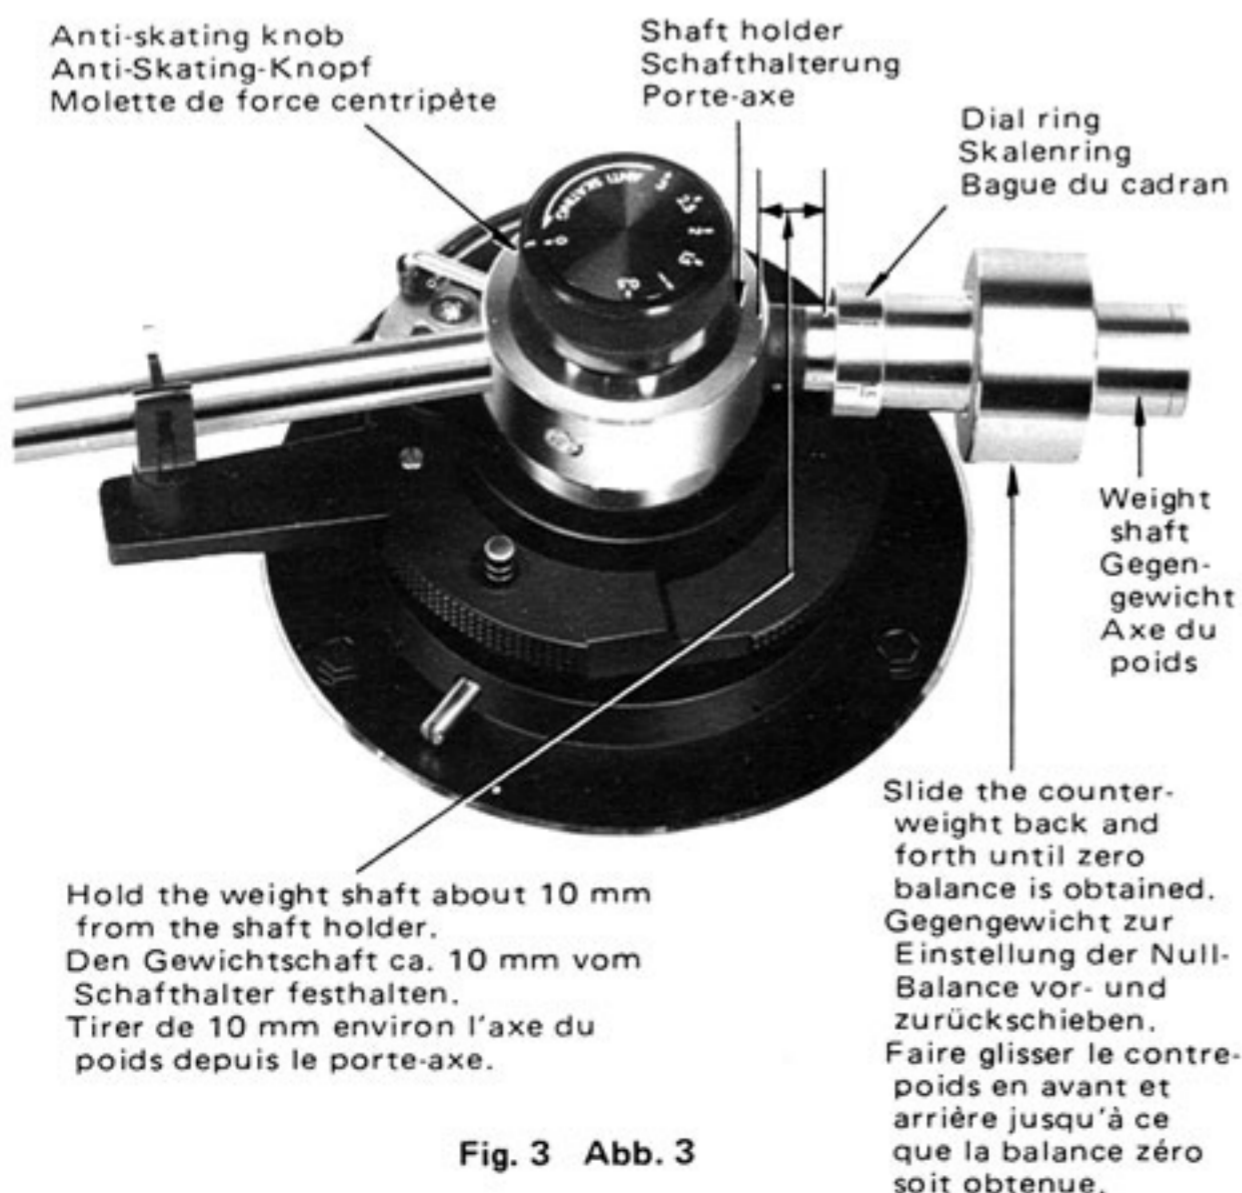

Fig. 3 Abb. 3
1. Turn the anti-skating knob until the "0" mark on the anti-skating dial is aligned with the index line. If not aligned, zero balance adjustment will not be correct due to sliding movement of the tonearm. (Fig. 3)
Hold the weight shaft 10 mm from the shaft holder, then slide the counterweight back and forth until zero balance is obtained. (Fig. 3)
1. Den Anti-Skating-Knopf zur Einstellung der "0"-Markierung der Anti-Skating-Skala auf die Indexlinie drehen. Eine genaue Null-Balance (Gleichgewicht) kann nur erzielt werden, wenn diese Einstellung richtig erfolgt, da der Tonarm sonst beim Abtasten der Schallplattenrillen "schleudert". (Abb. 3)
Den Gewichtsschaft 10 mm vom Schafthalter festhalten und das Gegengewicht vorwärts und rückwärts schieben, bis die Null-Balance (Gleichgewicht) eingestellt ist. (Abb. 3)
1. Tourner la molette de force centripète jusqu'à ce que la marque "0" du cadran de force centripète soit alignée avec la ligne de repère. Si elle n'est pas alignée, le réglage de la balance zéro ne sera pas correct ceci dû au mouvement mobile du bras de lecture. (Fig. 3)
Tirer de 10 mm l'axe du poids depuis le porte-axe, puis faire glisser le contrepoids en avant et en arrière jusqu'à ce que la balance zéro soit obtenue. (Fig. 3)